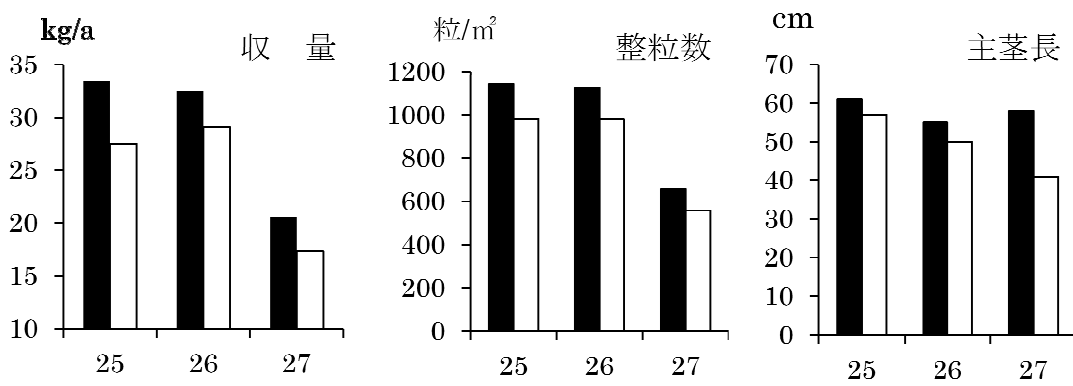

図2 スタブルカルチによる深耕の増収効果(場内) 年度
2. スタブルカルチによる深耕を行うと根量が増加し、地上部の生育が旺盛となり、整粒数が増加して、収量が向上する（図2、表2、一部データ略）。